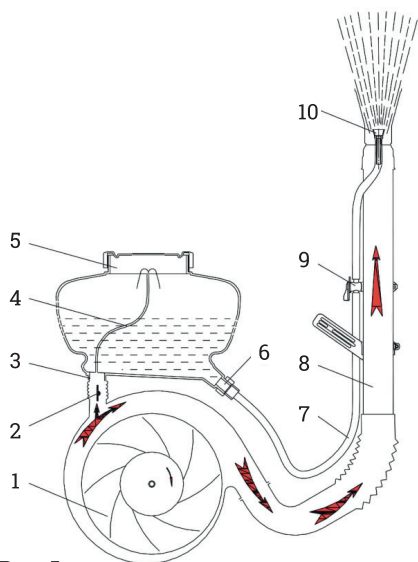

Рис. 5
Как показано на рис. 5, рабочее колесо вентилятора (1) приводится в движение вращающимся валом бензинового двигателя. Так создается высокоскоростной воздушный поток, большая часть которого поступает в напорную трубу (8), а оставшая часть поступает в бак для химикатов, пройдя через воздушную заслонку (2), пробку воздухозаборника (3), впускной шланг (4) и впускной отвод с сетчатым фильтром (5). В баке для химикатов создается давление, под действием которого жидкость поступает в сопло через соединительную трубу (6), трубу подачи жидкости (7), дозатор (9). Жидкость, вытекающая из сопла (10), разбивается на мельчайшие частицы высокоскоростным потоком воздуха, идущим от напорной трубы, и вылетает на большое расстояние.